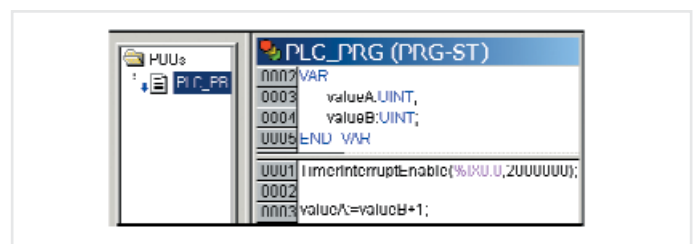

Рис. 41: Включение функции в программу
- Разработка программы с функцией вызова: разработка программы с функцией TIMERINTERRUPTENABLE как показано на Рис. 41.